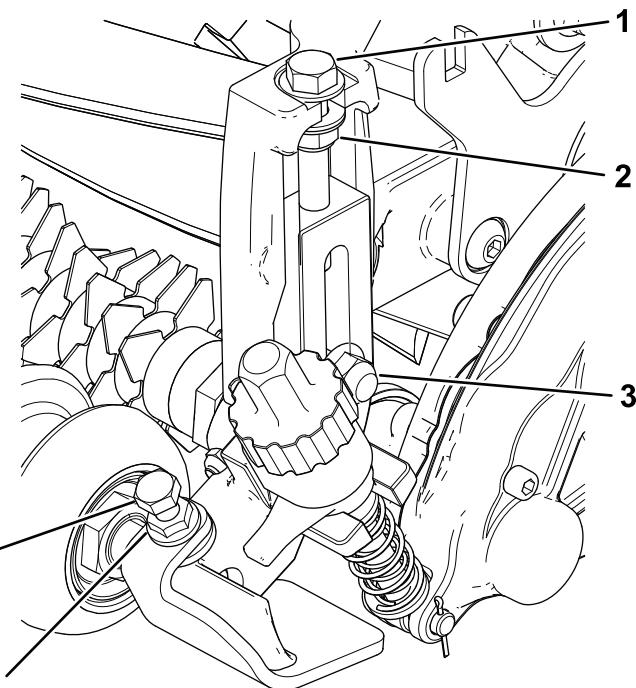

Figura 14
4. Apriete los pernos de cuello cuadrado y las contratuercas que sujetan los soportes de ajuste de la altura de corte a las chapas laterales (Figura 14).
5. Apriete la contratuerca del perno de ajuste de la altura de corte y, a continuación, afloje la tuerca 1/2 vuelta (Figura 14).
6. Centre el rodillo delantero entre los soportes de altura de corte y sujételo en su sitio con los tornillos de caperuza y las tuercas con arandela prensada (Figura 14).